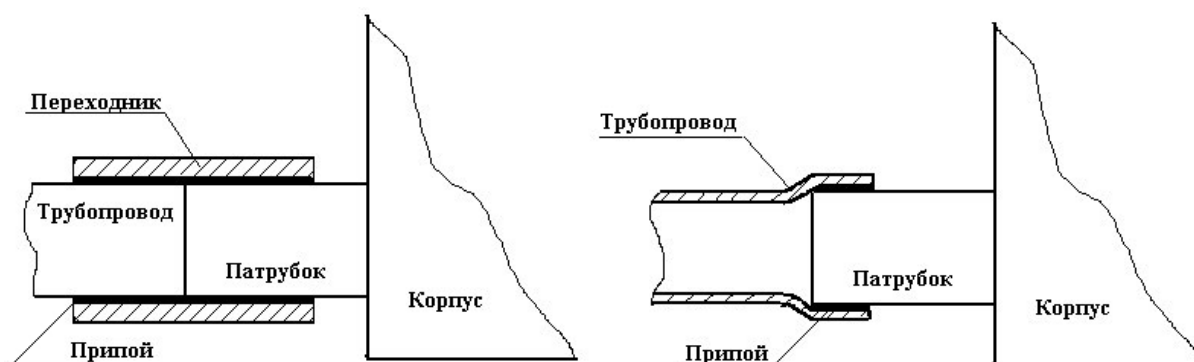

Рисунок 2.9 Способы соединения патрубка агрегата компрессорного с трубопроводом
- вставить зачищенные концы в медный переходник одним из способов, указанных на рис. 2.9. При этом внутренний диаметр переходника на 0,2...0,3 мм должен превышать внешние диаметры труб, что способствует затеканию припоя в процессе пайки;